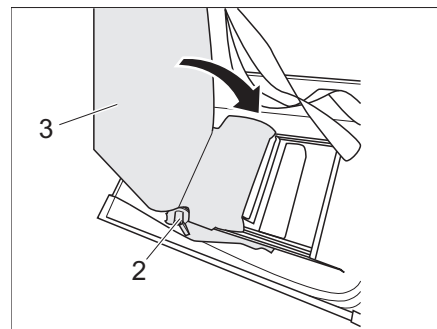

Fig. 224 Guardar el respaldo del asiento en el banco de asiento
- Accionar la palanca 1 (Fig. 224,2) y plegar el respaldo del asiento (Fig. 224,3) hacia adentro.